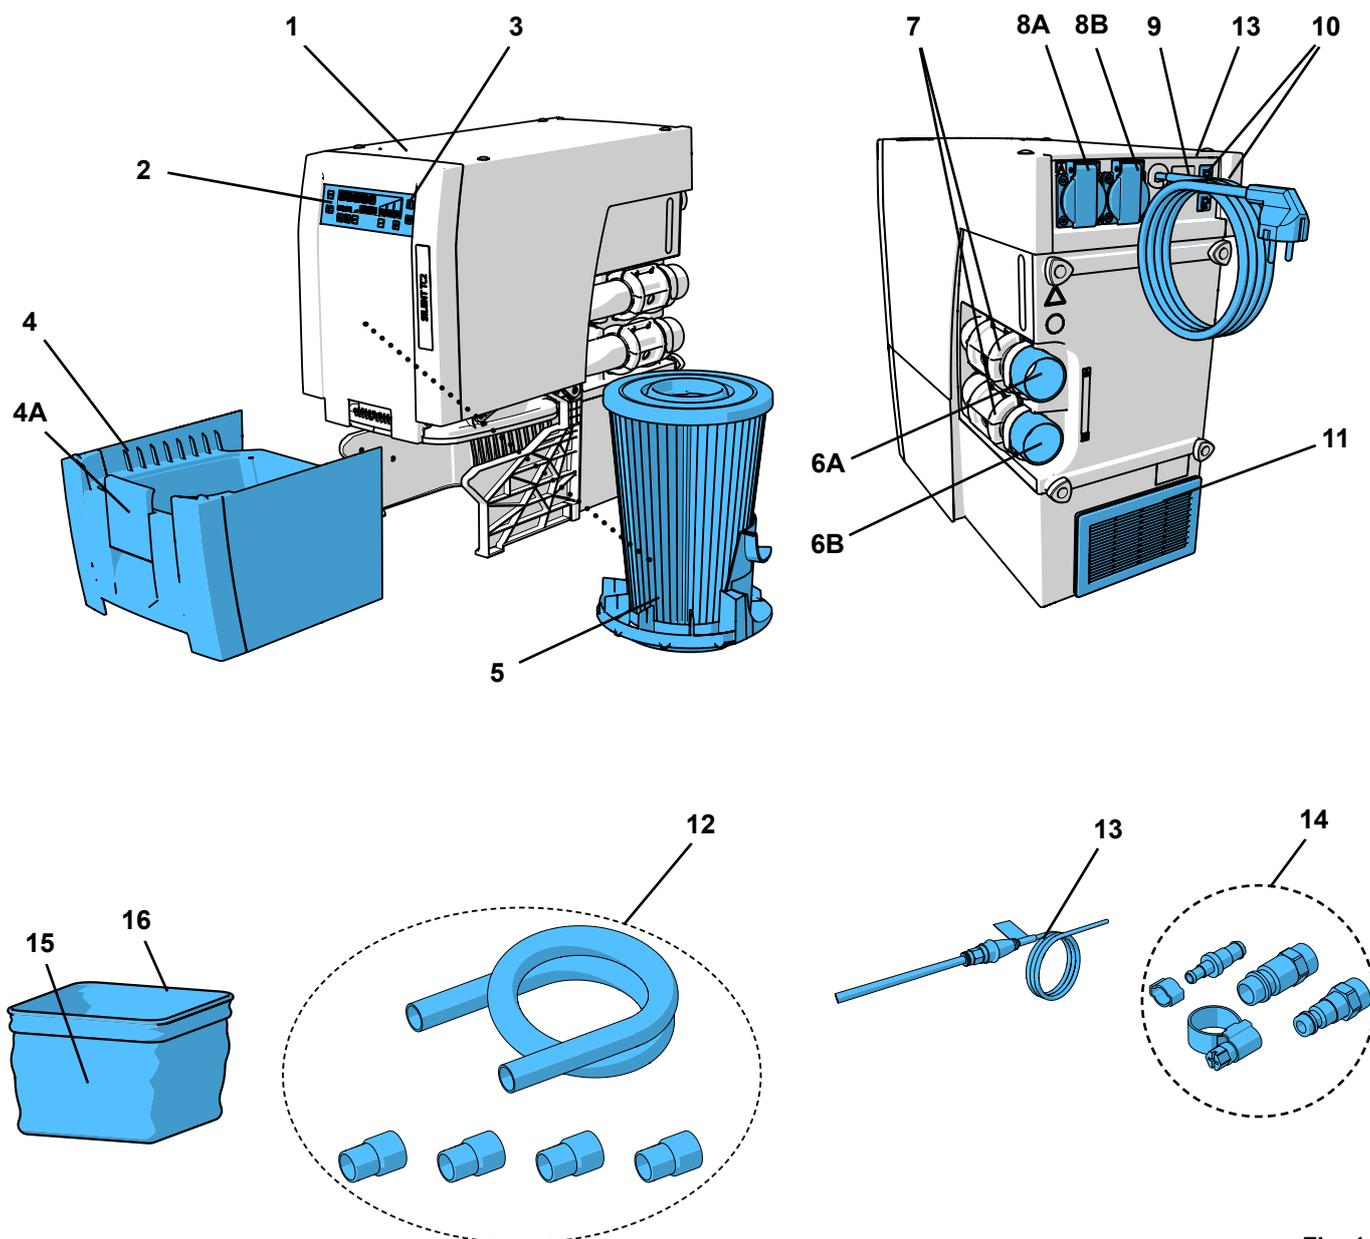

Fig. 1
- la salida de aire (11, Fig. 1) no cuente con ninguna obstrucción.
- Guía externa del aire de escape (A) (véase el cap. 4.7).
- Abertura en la pared posterior del armario (B), mín. 250 x 120 mm, directamente enfrente de la salida del aire de escape (11, Fig. 1).
- Retirar la pared posterior del armario (C), distancia de la pared posterior del armario a la pared mín. 50 mm.
- ⇒ Desenrollar el cable de alimentación (9, Fig. 1) y enchufar la clavija de alimentación en la toma de corriente de la instalación del edificio.